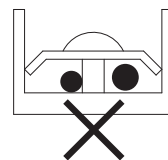

Fig. 26
- Não conecte cabos de bitolas diferentes no mesmo terminal. (Uma conexão frouxa pode provocar superaquecimento). **(Consulte a Fig. 26)**
- Quando os cabos forem da mesma bitola, conecte-os conforme demonstrado. **(Consulte a Fig. 26)**